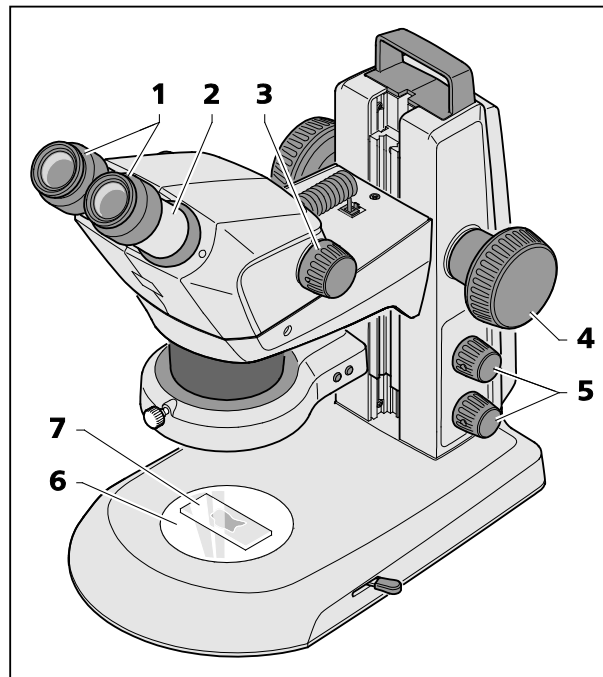

図 18 双眼実体顕微鏡の調整
1. 対象 (図 18/7) をガラス/プラスチックプレート (図 18/6) の中央にセットし、照明を当てます (図 18/5)。
2. 可動式接眼レンズ (図 18/1) のジオプター調整を「0」にセットします。
3. 両目で接眼レンズを覗き込んだ時、切れ目のない光の煙 (対象フィールド) が 1 つだけ見える位置まで、接眼レンズホルダー (図 18/2) を横にスライドして左右の眼と眼の間隔を調整します。
4. 最小は、ズーム (図 18/3) を最小の拡大レベルに調整します。
5. 対象の画像中心にある小さなはっきり見える詳細に焦点を合わせます (図 18/4)。
6. 最大ズーム値を調整します (図 18/3)。拡大すると、はっきり見える詳細は再びぼやけて表示され、画像の中心ではなくなります。
7. 焦点を合わせて対象をはっきりさせ、対象を移動させて新たに詳細を探し、再び正確に焦点を合わせます (図 18/4)。
8. その後、再び最小のズーム値にセットし、画像ぶれがある場合は、それぞれの眼に対して個別に可動式接眼レンズの (焦点調節ノブ 図 18/4 ではありません) ジョプター調整で修正します (球面収差補正)。